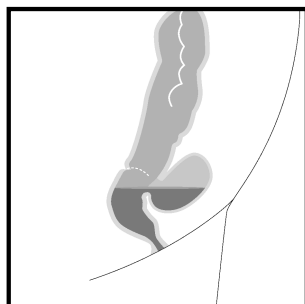

Fig. 1
3. Măsurați cavitatea cu scurgeri (lungime și diametru), cu ajutorul endoscopului, cu scopul de a determina lungimea și diametrul buretelui. Dimensiunea buretelui trebuie aleasă astfel încât buretele să stea în interiorul cavității cu scurgeri, dar să nu atingă mucoasa intactă. După măsurare, endoscopul este îndepărtat (Fig. 1).